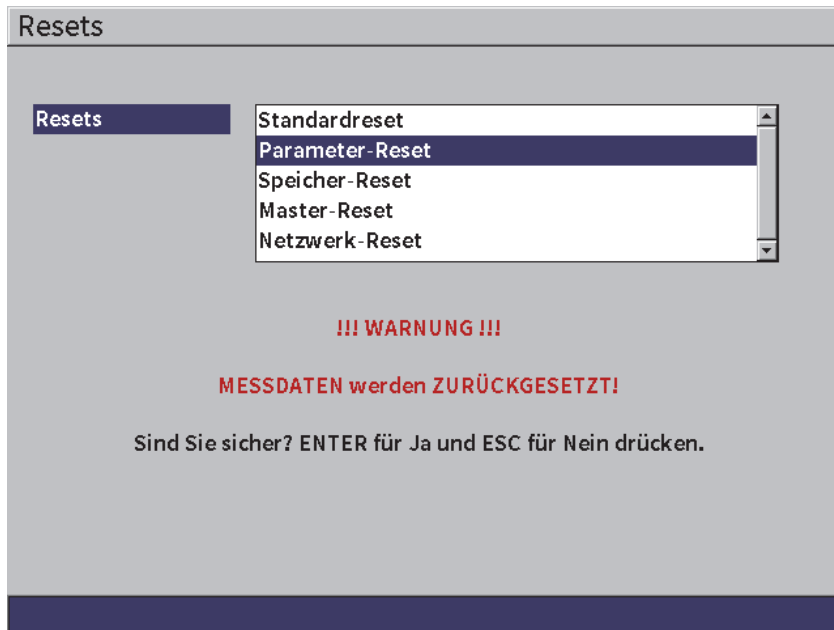

Abbildung 5-13 Konfigurationsfenster Resets
Dieses Konfigurationsfenster ermöglicht das Zurücksetzen bestimmter Systemparameters auf die Werkseinstellung (siehe Abbildung 5-13 auf Seite 75). Eine Warnung wird angezeigt, um Sie zu benachrichtigen, dass Daten mit der entsprechenden Auswahl zurückgesetzt (gelöscht) werden.
- ◆ Wählen Sie das Symbol für **Reset** () aus, um das Konfigurationsfenster **Resets** zu öffnen (siehe Abbildung 5-13 auf Seite 75).